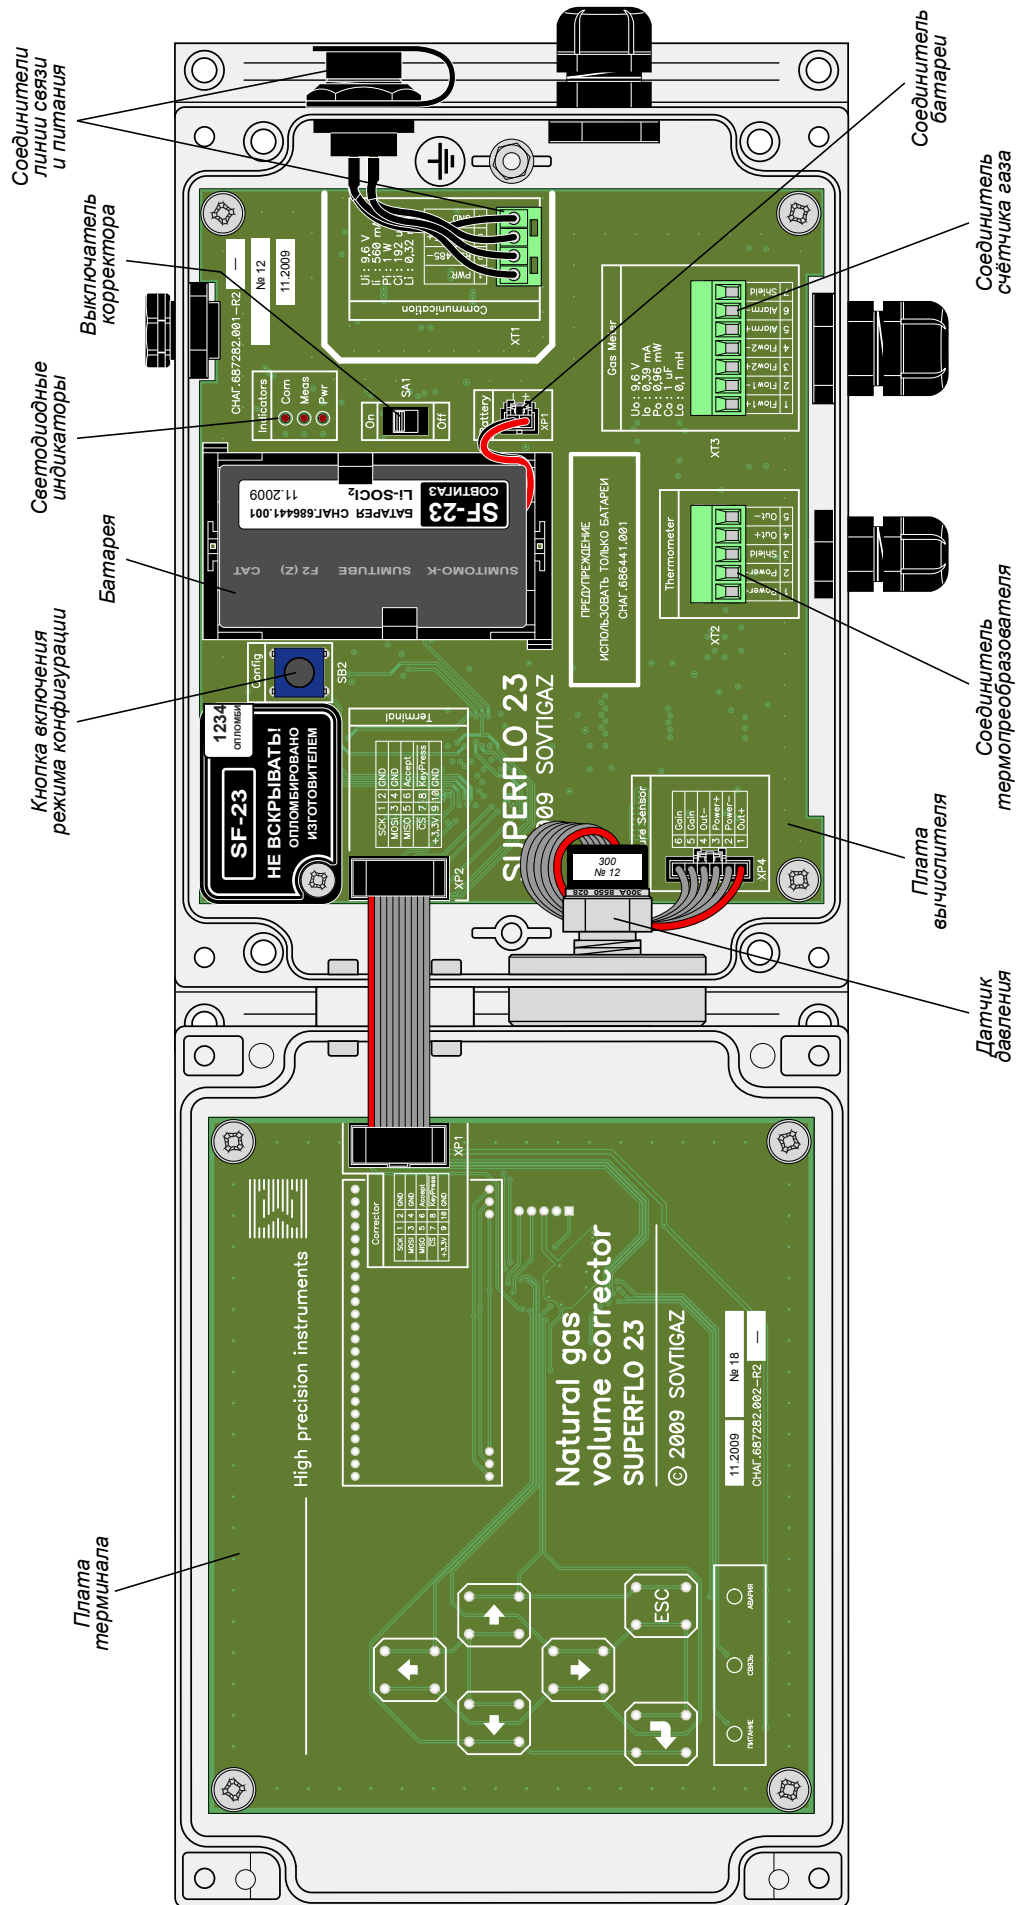

Рисунок 3 Вид корректора с открытой крышкой
На рис. 3 показан общий вид корректора с открытой крышкой. Прибор состоит из двух основных печатных плат. Плата терминала, установленная на крышке корпуса, выполняет функции индикации и ввода с клавиатуры, установленная в основании корпуса плата вычислителя выполняет все остальные функции корректора.
1.6.4 Для облегчения работ по монтажу и обслуживанию корректора на плату вычислителя нанесены наименования соединителей и обозначения отдельных присоединительных линий (в соответствии с электрической принципиальной схемой), указаны наименования переключателей и кнопок (рис. 3).
Необходимо проверить отсутствие незакреплённых частей и механических повреждений на внутренних узлах, наличие, правильность установки и надёжность фиксации соединителей внутренних кабелей, наличие в соединителях полного комплекта отсоединяемых кабельных частей в соответствии с рис. 3 (соединители ХТ1...ХТ3 платы вычислителя).